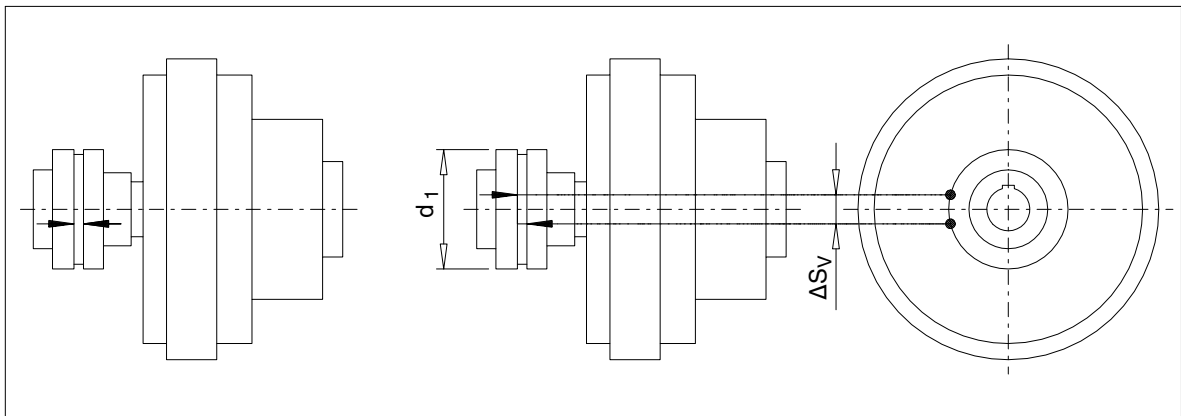

Bild 10: Wartungsintervall der N-EUPEX-Anbaukupplung
Soweit für den Betrieb der Kupplung ein erhöhtes Kupplungsspiel nicht von Nachteil ist, können die elastischen Pakete (12) bis zum Erreichen einer definierten Verschleißgrenze im Einsatz verbleiben, bevor sie auszuwechseln sind. Zur Beurteilung des Verschleißes wird in Tabelle 11 das erlaubte Verdrehspiel ausgewiesen, das auf das Sehnenmaß ΔS_V am äußeren Kupplungsdurchmesser umgerechnet ist. Um das Maß ΔS_V zu ermitteln, wird ein Kupplungsteil ohne Drehmoment bis zum Anschlag gedreht und eine Markierung beidseitig aufgebracht (siehe Bild 10). Durch Drehen des Kupplungsteils in die entgegengesetzte Drehrichtung bis zum Anschlag, wandern die Markierungen auseinander. Der Abstand zwischen den Markierungen ergibt das Sehnenmaß ΔS_V . Überschreitet das Maß ΔS_V den in Tabelle 11 angegebenen Wert, ist ein Austausch der Pakete (12) vorzunehmen.